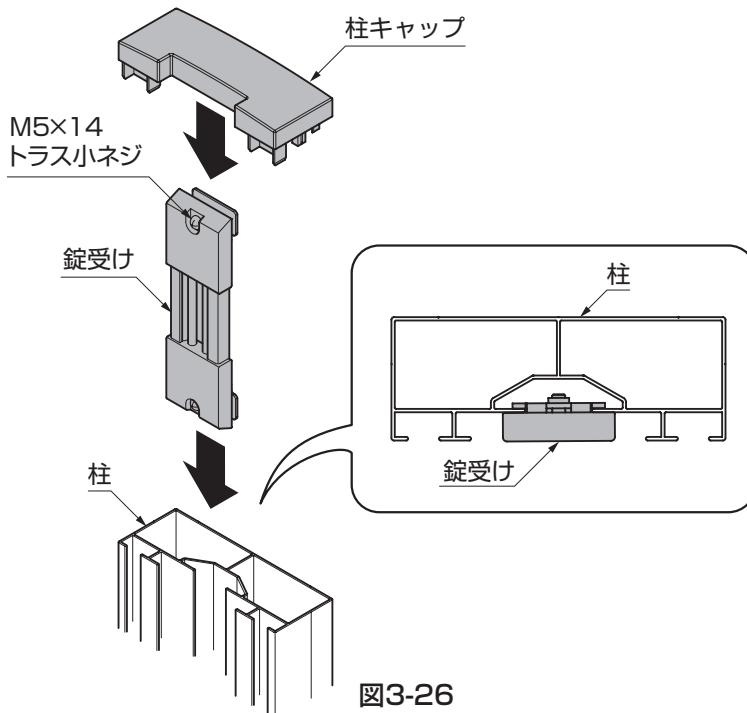
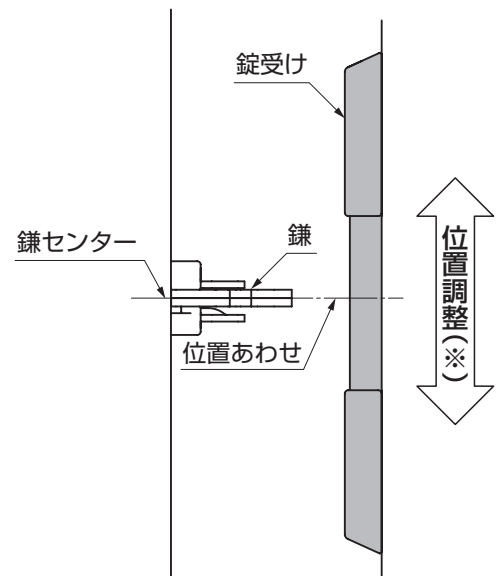

図3-26
図3-27
- ①錠受けとネジ待ちを組付けてあるM5×14トラス小ネジをゆるめて、柱のスリット部分に上部から差込んでください。(図3-26参照)
- ②本体鎌錠の鎌のセンターに位置を合わせながら(図3-27参照)、錠受けのネジをしっかりと固定してください。(図3-26参照)
- ③柱キャップを挿入してください。(図3-26参照)